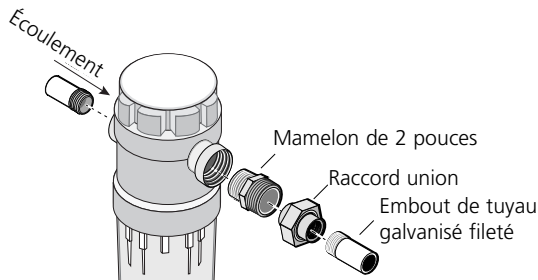

Figure 4
- Assembler le raccord union, puis serrer fermement le grand écrou. S'assurer que les extrémités du tuyau s'alignent et que le raccord union est propre pour obtenir une bonne étanchéité (ne pas mettre de ruban d'étanchéité ni de pâte pour raccords filetés sur les filets de la moitié du raccord union). Voir la Figure 4.